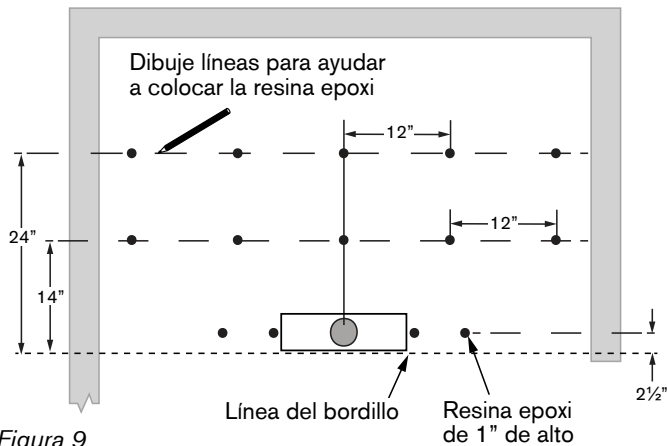

Figura 9
- 12 Antes de aplicar la resina epoxi provista, marque el piso con el patrón y los espacios de epoxi que se muestran a continuación. (Figura 9)